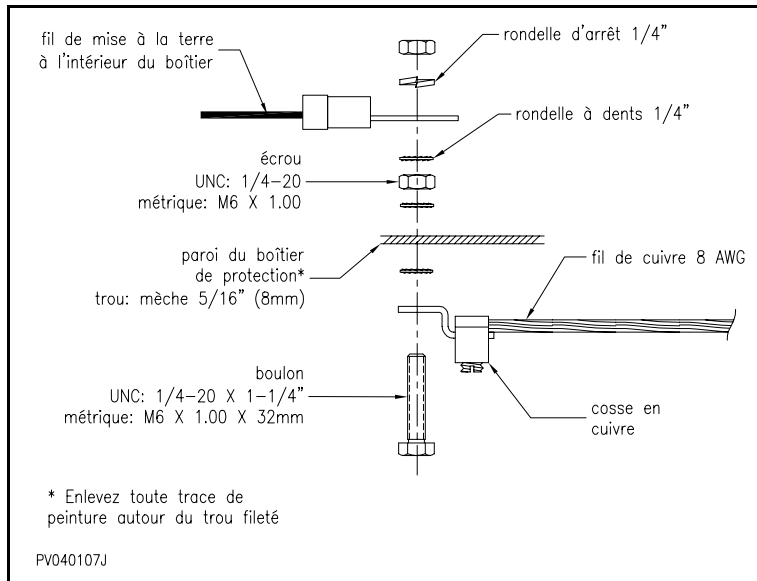

Figure 37 : Raccordement du fil de mise à la terre au boîtier
3. Couper le fil de cuivre à la longueur requise et le connecter à l'extérieur du boîtier de protection tel qu'illustré à la Figure 37 : "Raccordement du fil de mise à la terre au boîtier".